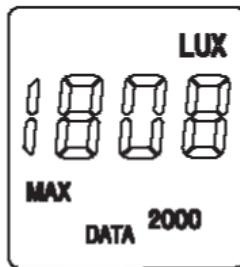

Рис.8
10. Для просмотра сохраненных данных нажмите и удерживайте клавишу «REC» и нажмите на клавишу ^{HOLD} ▲ . Прибор перейдет в режим отображения сохраненных значений. На экране начнет мигать значок «MAX» - это максимально измеренное значение освещения в заданный период времени. Для дальнейшего просмотра полученных данных нажимайте клавишу ^{HOLD} ▲ , на экране начнет мигать значок «MIN» - это минимально измеренное значение освещения в заданный период времени. Для дальнейшего просмотра полученных данных нажимайте клавишу ^{HOLD} ▲ для просмотра предыдущего значения нажмите клавишу ^{MAX} ▼ . На экране сначала будет отображаться порядковый номер сохраненного значения, затем сама измеренная величина. (Рис.8)